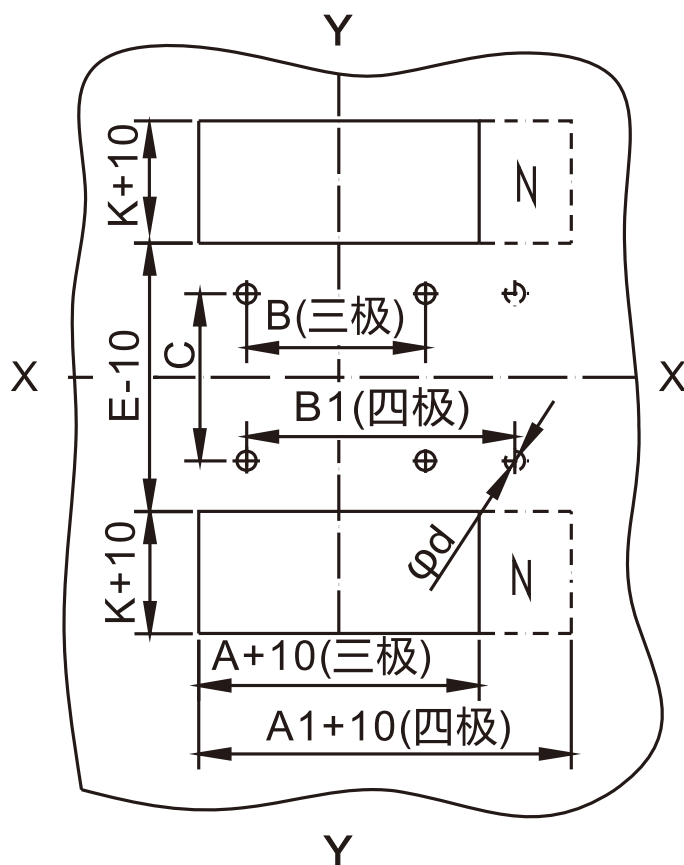

图12 RDM7系列插入式板后接线安装板开孔尺寸(单位:mm)
6.7 插入式板后接线安装板开孔尺寸见图12和表15(X-X、Y-Y为断路器中心)。